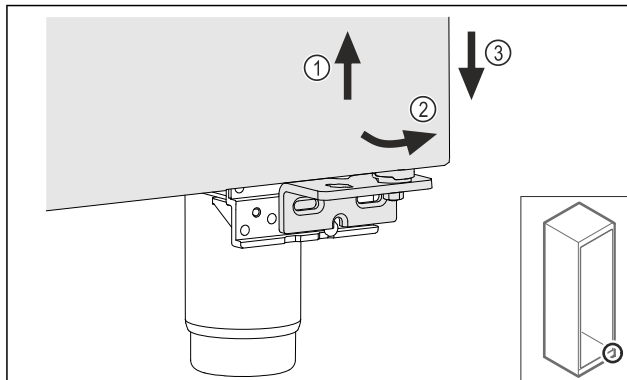

Fig. 24
- Lyft upp dörren något Fig. 24 (1), luta den framåt nedtill Fig. 24 (2) och sänk ned den Fig. 24 (3).